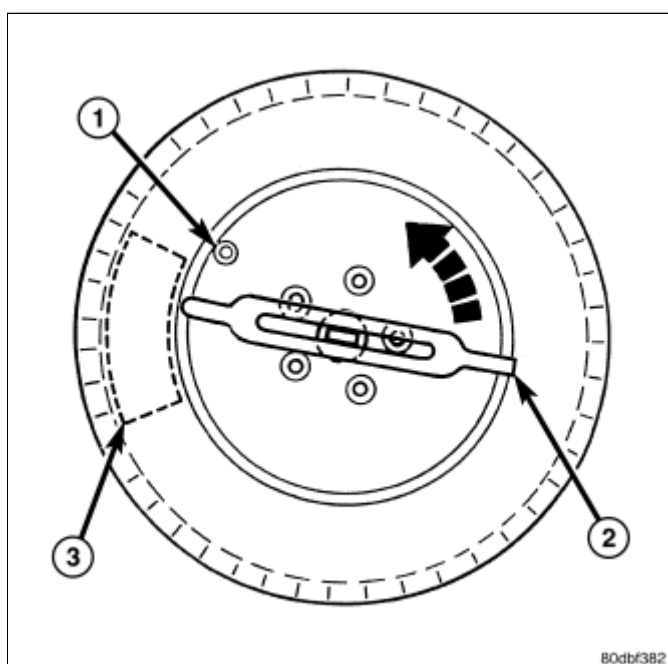

图 6 使用旋转工具机器安装轮胎
- b. 旋转工具轮胎更换器 - 将车轮放置在更换器上，因此传感器排气杆位于从更换器头部和从工具安装端部顺时针方向大约210°位置处(图 6)确保传感器远离拆卸器下部胎缘，以防止当拆卸器升起时，损坏传感器(图 6)。 逆时针方向旋转工具，以安装轮胎。 在上下轮胎胎缘处，使用此程序。